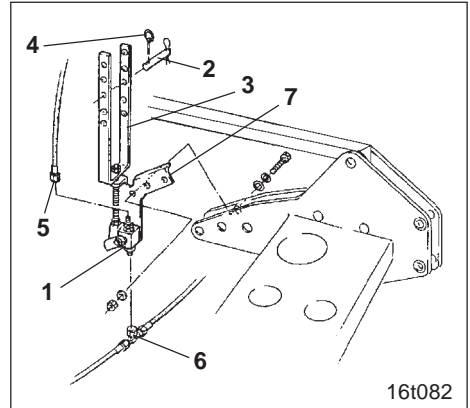

Fig. 13.7
Durch Einbau des Hubbegrenzungsventiles (Fig. 13.7/1) kann der Hubrahmen in der Hubhöhe begrenzt werden (siehe auch Kap. 13.5.2, Hubhöhe der Schlepperunterlenker begrenzen).
Die Hubhöhe der Sämaschine ist einstellbar. Zum Einstellen der Hubhöhe ist der Bolzen (Fig. 13.7/2) in die erforderliche Bohrung des U-Bügels (Fig. 13.7/3) einzustecken und mit einem Klappstecker (Fig. 13.7/4) zu sichern.
- Sobald die Hydraulikanlage drucklos ist, Hydraulikschlauch (Fig. 13.7/5) am T-Anschlußstück (Fig. 13.7/6) auseinander schrauben.
- Ventilhalter (Fig. 13.7/7) am oberen Anlenkpunkt der Bodenbearbeitungsmaschine anschrauben.
- T-Anschlußstück (Fig. 13.7/6) und Hydraulikschlauch (Fig. 13.7/5) am Ventil (Fig. 13.7/1) anschrauben.
- Hydraulikschlauch (Fig. 13.7/5) zum Schlepper verlegen und an ein einfach wirkendes Steuerventil anschließen. Hubrahmen durch Betätigen des Steuerventils in der Schlepperkabine mit Druck beaufschlagen und die Hydraulikanlage auf Leckstellen überprüfen. Leckstellen gegebenenfalls beseitigen.